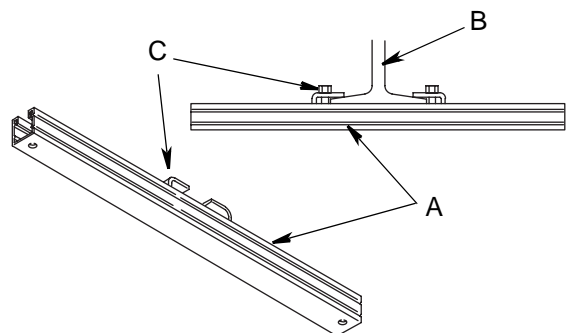

ABB. 26
Weitere Schritte siehe ABB. 26.
7. Die vier Montageöffnungen in der Montageplatte mit den Öffnungen nahe der Enden der Montagehalterungen (A) ausrichten (ABB. 26) und den Schlauchaufroller fest auf den Montagehalterungen festschrauben.
9. Die verstellbaren Klemmen (C) der Montagehalterungen an den Flanschen des Montageträgers (B) positionieren (ABB. 26). Klemmen mit 13,5 N.m (10 ft. lbs) festziehen.